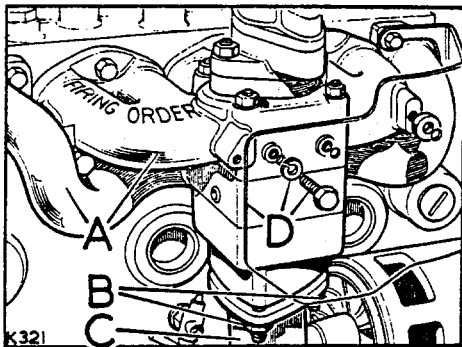

Abb. A1-30. Befestigungen des vorderen Auspuffrohrs
2. Das vordere Auspuffrohr festschrauben. Siehe Abb. A1-30.